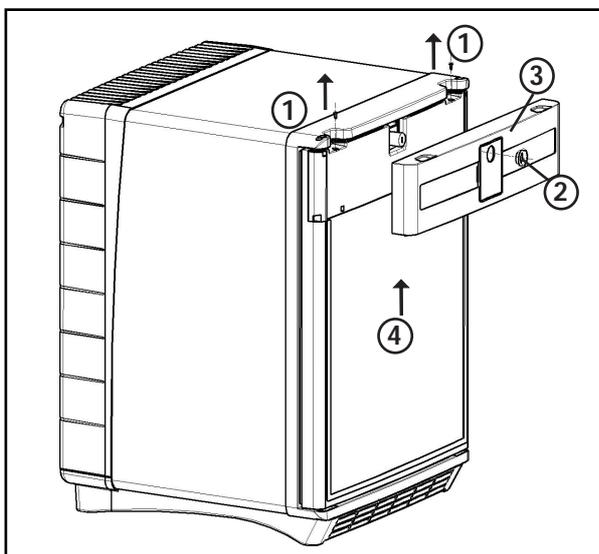

Abbildung 9.
11. Auswechseln der Türblende, (Abb. 9.)